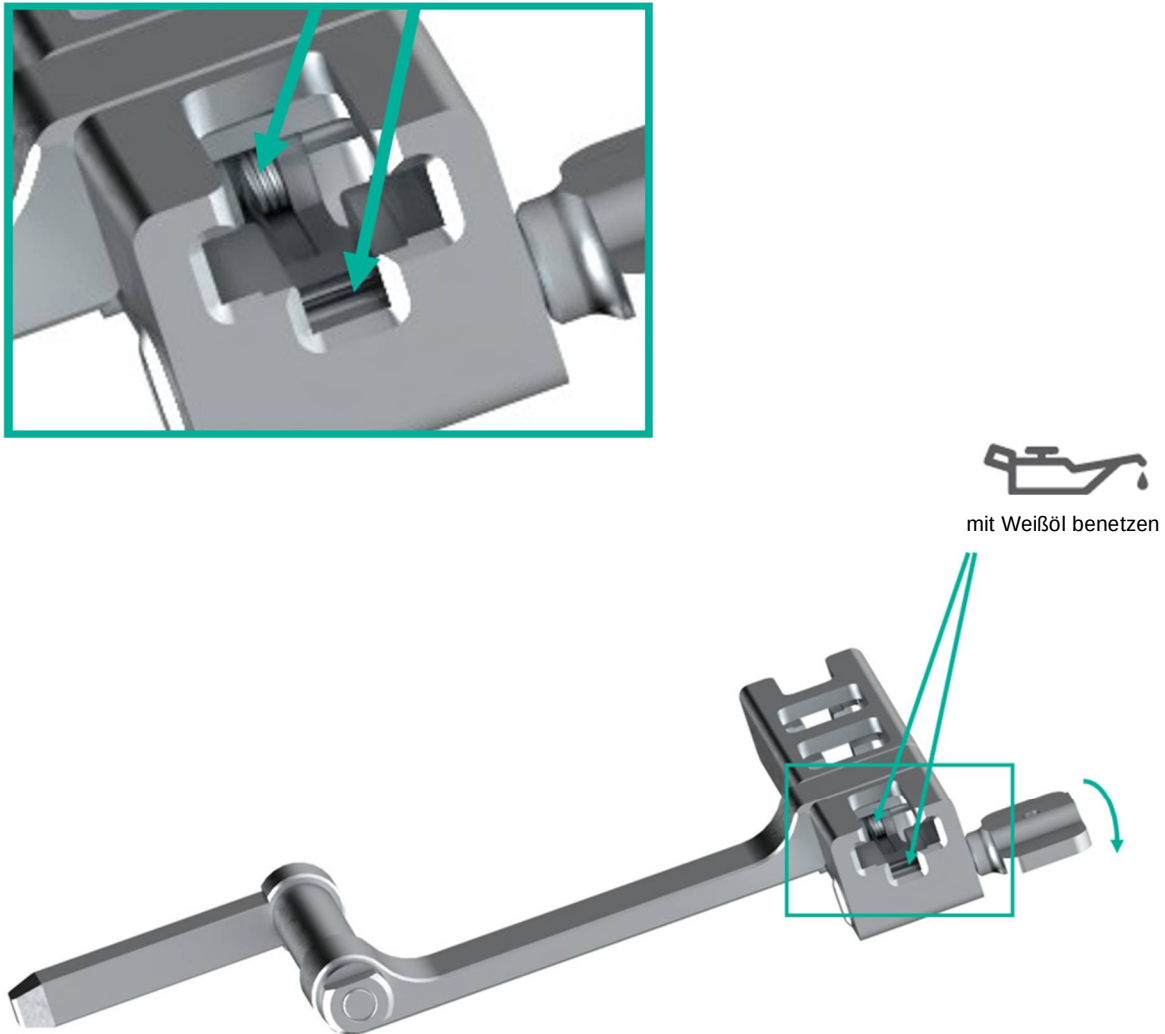

Abbildung 9: Benetzung des Prima Frame Teil I/II (nach der Reinigung) mit Weißöl
- Prima Frame Teil I/II ist nach der Reinigung von unten im Bereich der Feder an der Klinke sowie im Bereich der Flügelschraube mit Weißöl zu benetzen, die Schraube ist dabei zu drehen (siehe Abbildung 9). Überschüssiges Weißöl ist abzuwischen.